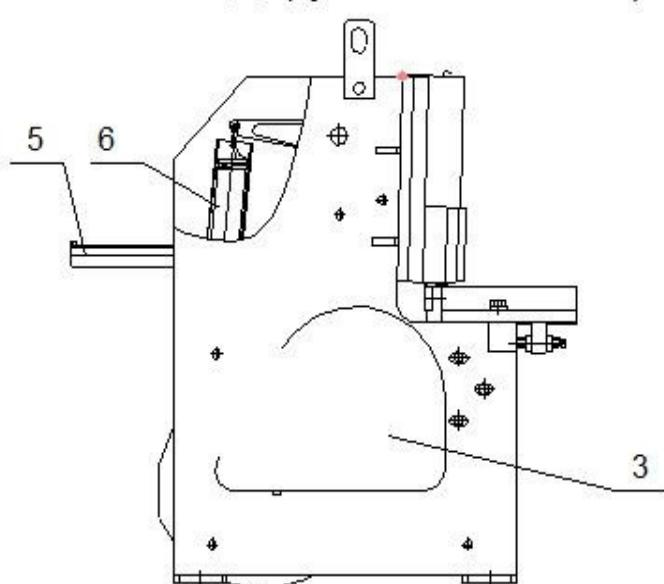

Рис.1 Общий вид механизма и органов управления.
### 1.2.1 Общий вид механизма и органов управления (рис.1)
### 1.2.2 Наименование позиций на рис.1 (табл.1)
**1.3.2** Привод механизма осуществляется от индивидуального электродвигателя 10 (см. рис.1) через клиноременную передачу и цилиндрический редуктор 9 на эксцентриковый вал, который расположен параллельно фронту механизма.
Чтобы получить непрерывные резы нужно на пульте управления 7 (рис.1) переключатели SA2 и SA3 поставить в положение "Кнопка" и в положение "Авторабота". Работа в автоматическом режиме происходит посредством нажатия на кнопки "Муфта" и "Стоп" на пульте управления. Тот же режим можно осуществить педалью, если переключатель SA3 поставить в положение "Педаль".